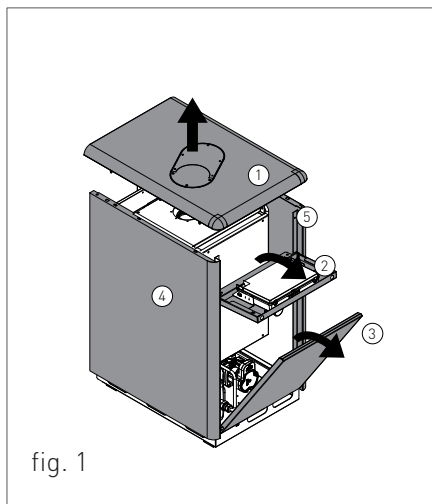

fig. 1
- > estrarre il coperchio '1' (fig. 1) esercitando forza verso l'alto;
- > afferrare il pannello '2' (fig.1) dalla parte superiore e ruotarlo verso il basso. Per estrarre completamente il pannello disimpegnare prima il pannello comandi, della scheda elettronica, dalle staffe di supporto. Poi rimuovere le viti di fassaggio situate internamente nella parte bassa del pannello.
- > afferrare il pannello '3' (fig.1) dalla parte superiore e ruotarlo verso il basso. Per estrarre il pannello rimuovere le viti di fassaggio situate internamente nella parte bassa del pannello.
- > estrarre i pannelli '4' e '5' (fig.1), rimuovendo prima le viti di fassaggio situate nella parte posteriore e inferiore.
- > Seguire la procedura descritta al capitolo 'ACCESSO ALLA CALDAIA' e ruotare il pannello '2' (fig.1);